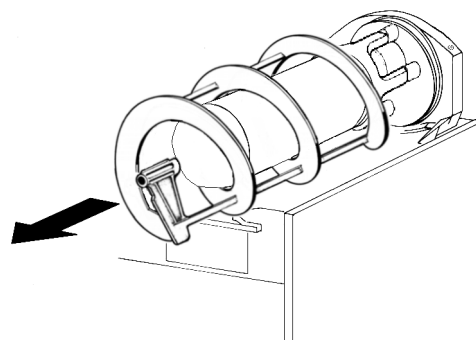
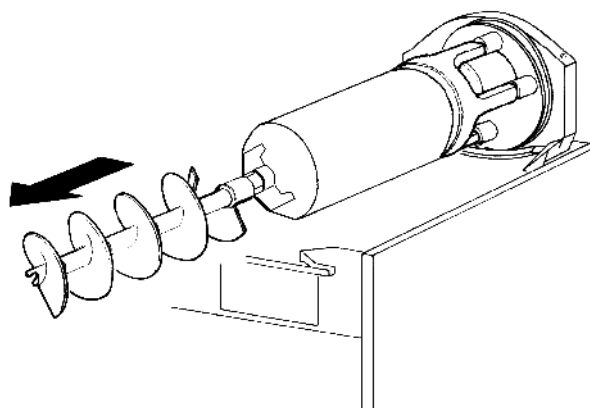

figura 7
figura 8
- 3 - Desenfiar del evaporador el rascador exterior (ver figura 7) y después el rascador interior . Remover frecuentemente la guarnición posterior apretandola hasta que nose pierda l'efecto ventosa.(ver figura 8)